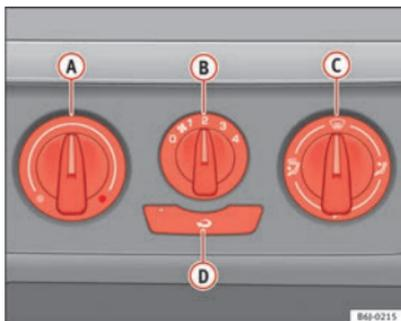

Abb. 90 In der Instrumententafel: Bedienelemente der Heizung
- Drehen Sie den Temperaturregler **A** ⇒ Abb. 90 nach links.
- Drehen Sie den Temperaturregler **A** ⇒ Abb. 90 nach rechts, bis die gewünschte Heizleistung erreicht ist.
- Drehen Sie den Temperaturregler **A** ⇒ Abb. 90 ganz nach rechts auf die höchste Heizleistung.
- Drehen Sie den Temperaturregler **A** ⇒ Abb. 90 in den Heizbereich.